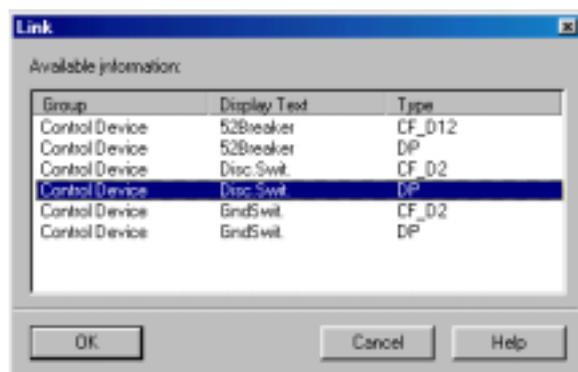

Рисунок 5-46 DIGSI® 4, Окно для выбора команд для коммутационного оборудования (пример).
- Соответствующие сигналы для оборудования, которые были предварительно сконфигурированы в матрице, можно выбрать в окне диалога **Link** (Связать) (Смотрите Рисунок 5-46). Из этого окна пользователь может выбрать необходимый сигнал и нажать Ок. Это означает, что пользователь может связать графическую диаграмму с конфигурационными установками.